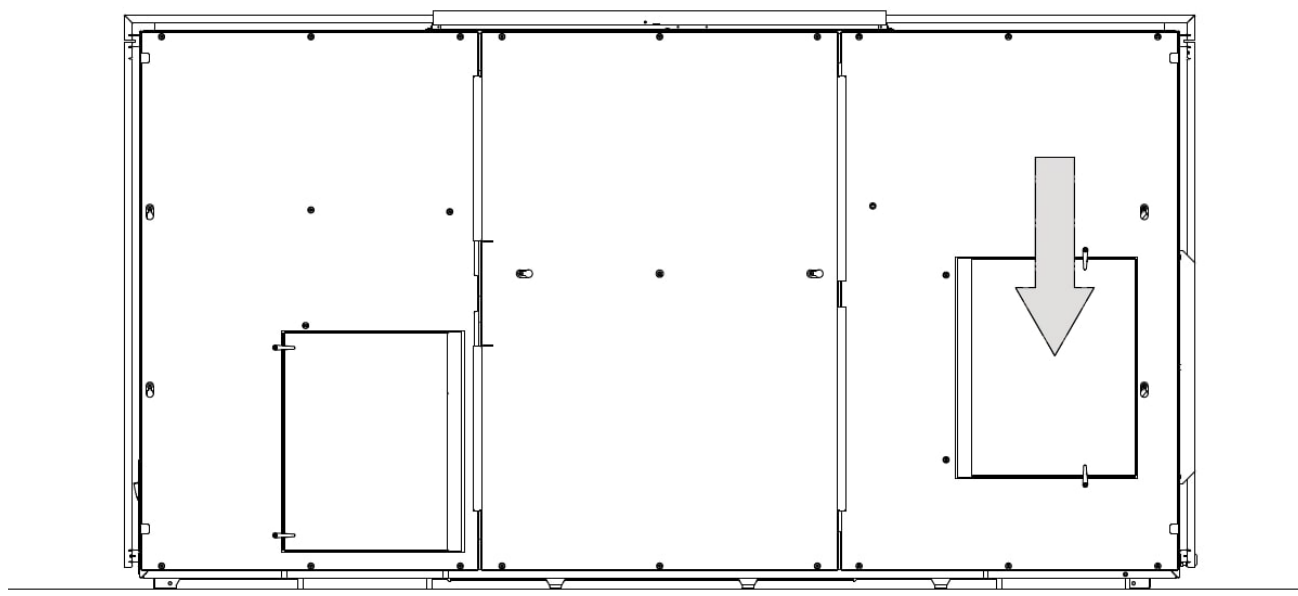

Figur 46: Lyft upp den högra sidoplåten på gångjärnen
11. Lyft upp plåten på gångjärnen precis som du gjorde på den andra sidan, se Figur 46.